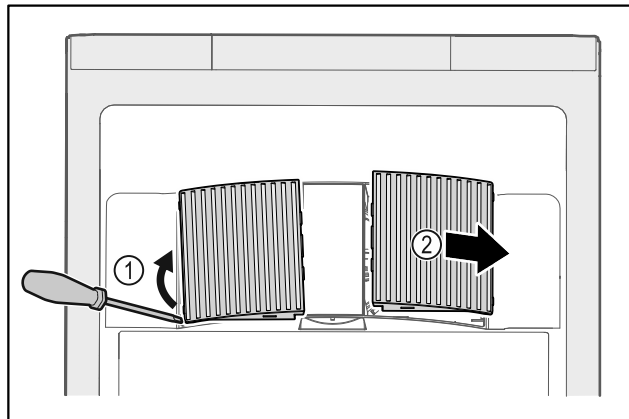

Fig. 173
- ▶ Кожух вентилятора обережно підважити зі сторони Fig. 173 (1) і витягнути рухом вперед Fig. 173 (2).